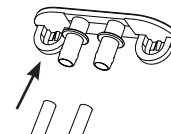

Figura 7
12. Retire los tapones y deje que el agua se drene por completo. Ver figura 7.